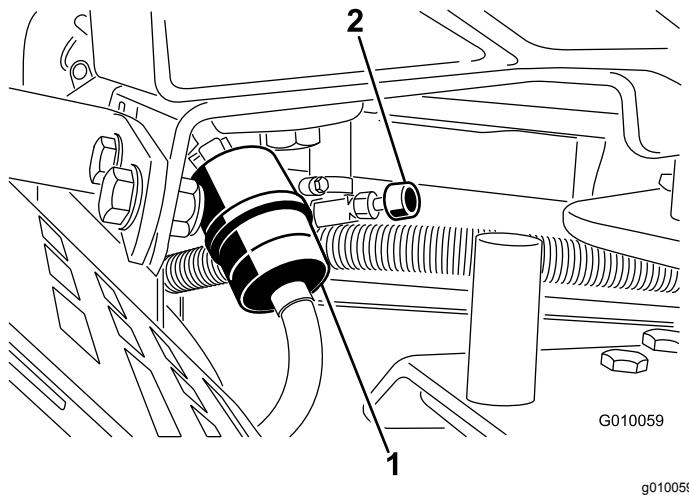

Figura 52
2. Chiudete la valvola di intercettazione del carburante (Figura 52).
3. Premete le estremità delle fascette stringitubo ed allontanatele dal filtro (Figura 52).
5. Montate un nuovo filtro ed avvicinate le fascette stringitubo al filtro (Figura 52).
7. Aprite la valvola di intercettazione del carburante (Figura 52).
3. Allentate la fascetta stringitubo e spostatela in alto sul tubo del carburante, lontano dal filtro del carburante (Figura 52).
4. Estraete il tubo del carburante dal relativo filtro (Figura 52). Aprite la valvola di intercettazione del carburante e lasciate spurgare il carburante in una tanica o una bacinella di spurgo.
5. Collegate il tubo del carburante al filtro del carburante. Infilate la fascetta vicino al filtro del carburante, per fissare il tubo del carburante (Figura 52).